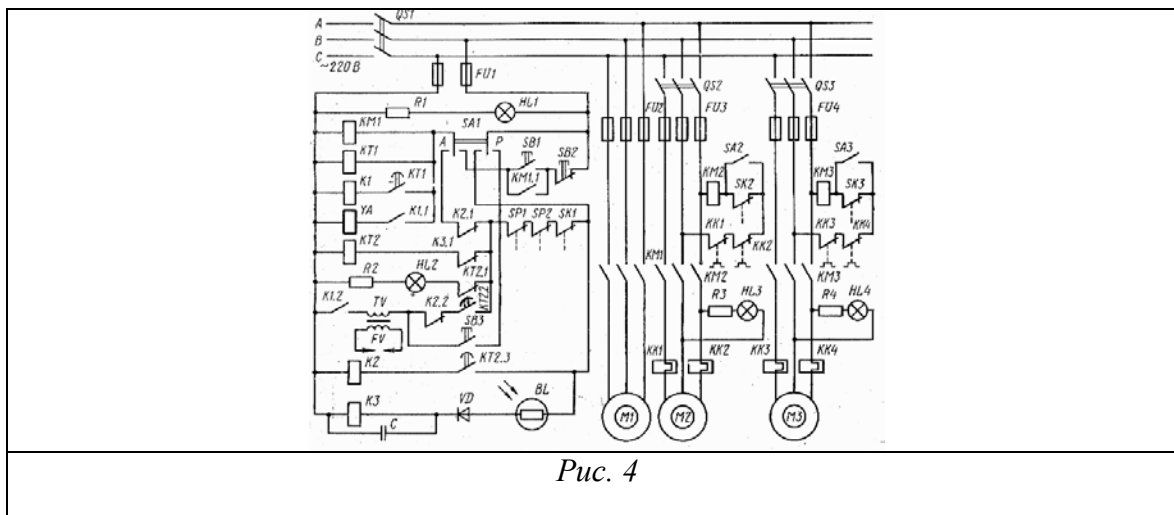

Рис. 4
6. *Определить элементы схемы автоматики котла КОАВ-68 (рис. 4). Объяснить работу схемы, методы поиска неисправностей. Продемонстрировать работу включения котла, определить введенную в схему неисправность.*
4. Определить элементы схемы автоматики форсунки АФ-65С (рис. 4). Объяснить работу схемы, методы поиска неисправностей. Продемонстрировать работу включения форсунки, определить введенную в схему неисправность.